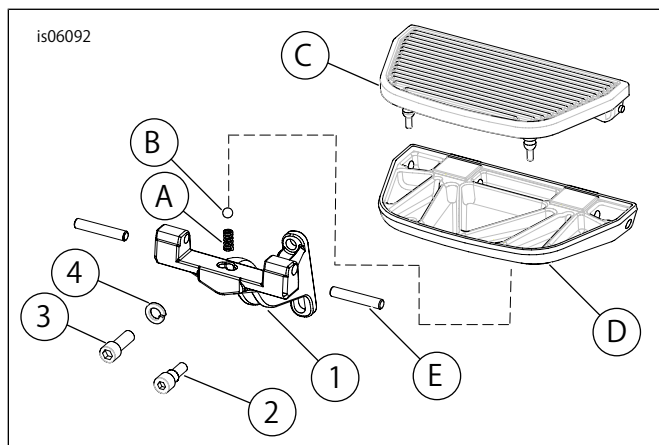

図2。交換用パーツ: リデュースリーチフットボードサポートキット
「図2」および「表1」を参照してください。
4. 「図2」を参照してください。ボルト(2)をフットボードブラケット(1)のスロットに通し、リアスイングアームブラケットの穴(希望する高さにある穴)に挿入します。次のトルク値で締め付けます: 5-8 N・m (48-72 in-lbs)。